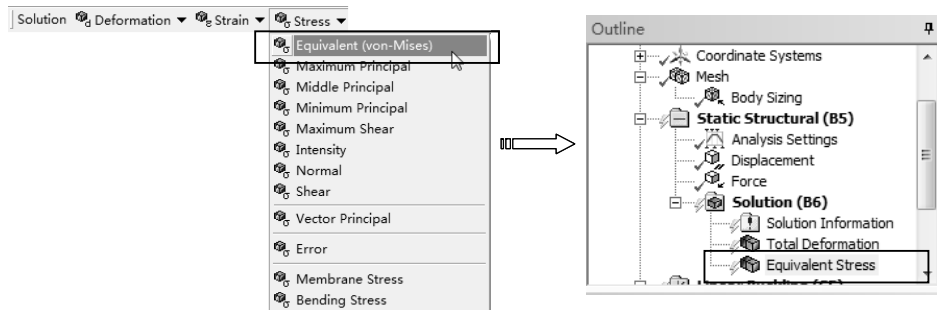

图 9-16 添加应力求解项
3) 求解应力。单击【Solution】工具栏上的【Stress】|【Equivalent (von-Mises)】命令，此时在分析树中插入【Equivalent Stress】项，如图 9-16 所示。